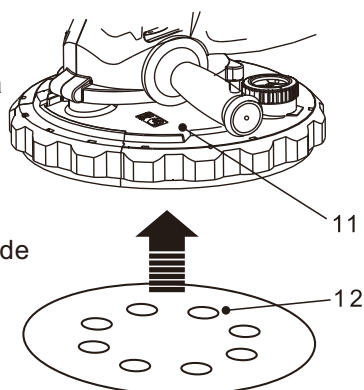

Fig. 2
- > Alinee el diseño de orificios de la hoja de papel de lijado (12) con los de la placa base (11) antes de colocar la hoja de papel de lijado (12) en la placa base para asegurar una extracción del polvo eficiente y un resultado satisfactorio.
- > Presione ligeramente la hoja de papel de lijado (12) para fijarla a la placa base (11) (Fig. 2).